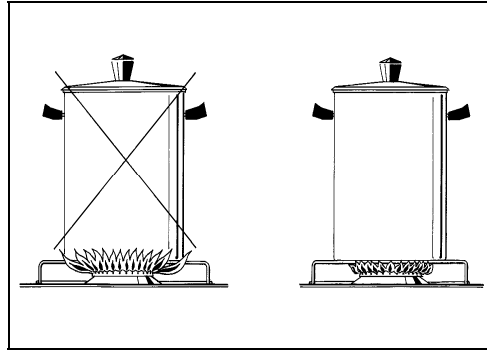

Fig.17
- Utilisez les casseroles appropriées pour chaque brûleur (voir la Fig. 17 et le Tableau B)